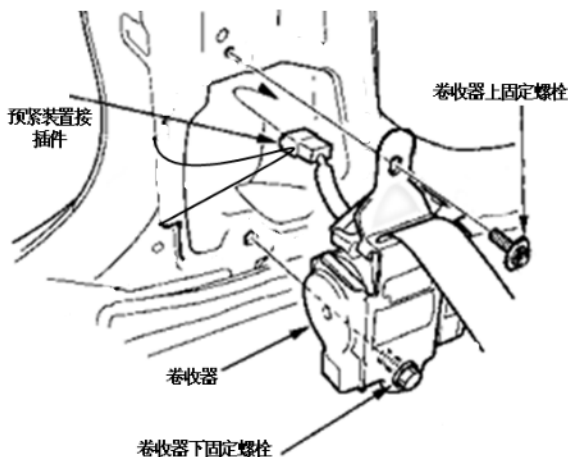

图 1-3
6、拆除预紧装置接插件, 然后拆除卷收器上固定螺栓和卷收器下固定螺栓, 拆除卷收器。卷收器上固定螺栓拧紧力矩 $12\text{N}\cdot\text{m}$, 卷收器下固定螺栓拧紧力矩 $42\text{N}\cdot\text{m}$ (图 1-3)。